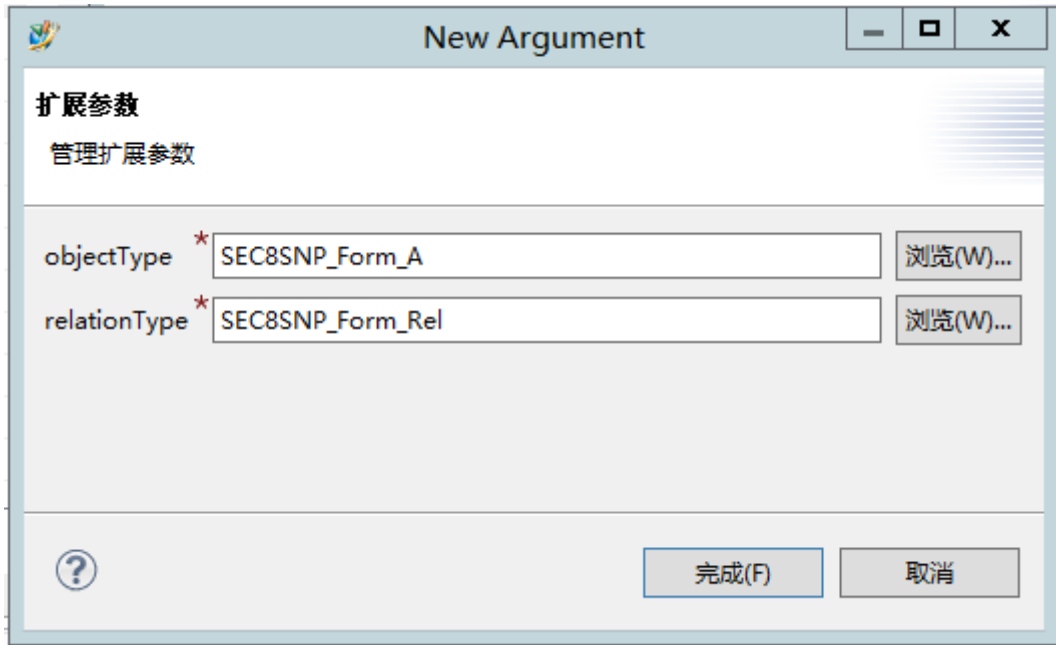

图 6
5、添加完成后，在参数中选择添加。对象类型和关系类型框中分别选择事先准备好的自定义的表单和表单关系，如图 6：